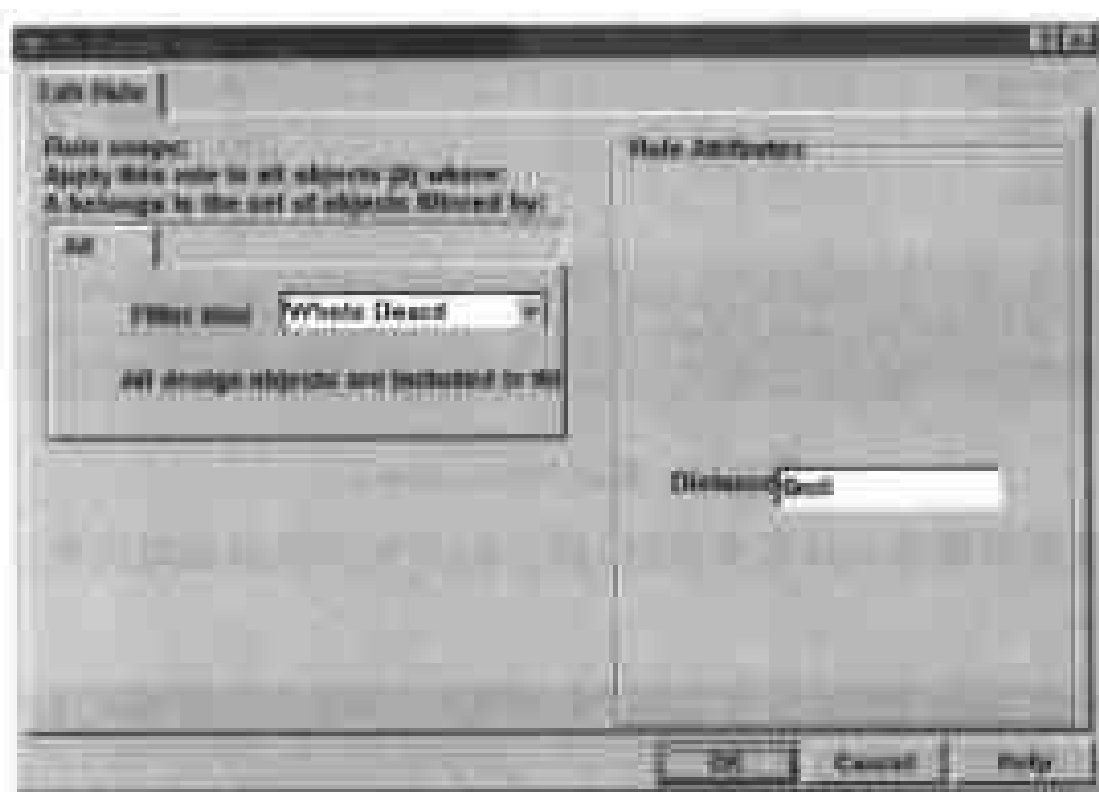

图 9-14 设置 SMD 元件与走线间距的对话框
(1) 选择 Design > Rules,弹出 Design Rules 对话框,在对话框中单击 Routing 标签,显示设置布线规则的选项,然后在 Rule Classes 列表框中单击 SMD To Corner Constraint。
(2) 此时在 Design Rules 对话框下部的方框中只包含 Scope 和 Distance 两栏,并且没有显示任何系统预置的规则。
(3) 单击对话框底部的 Add 命令按钮,弹出如图 9-14 所示的对话框,供用户设置新的规则。